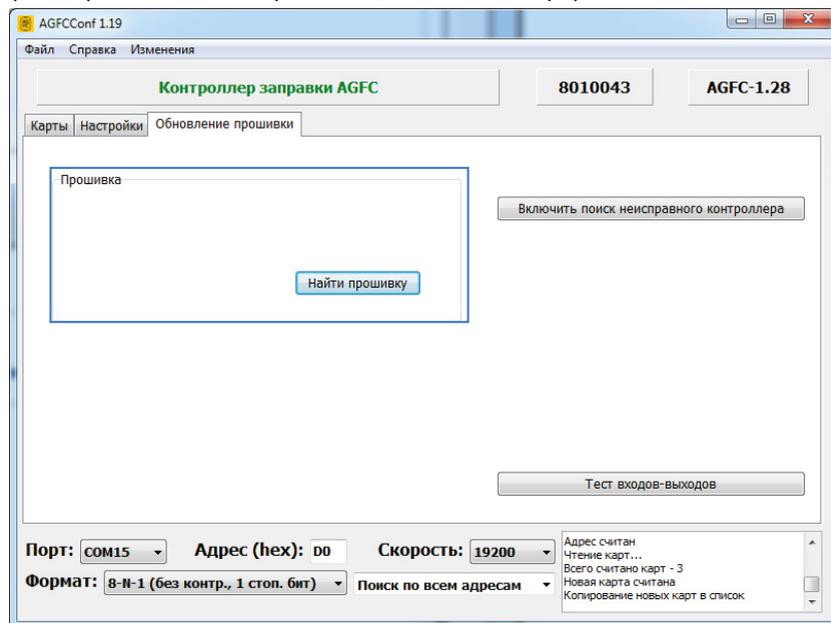

Рис.21. Обновление прошивки считывателя.
- в программе перейти на вкладку «Обновление прошивки» и нажать кнопку «Найти прошивку» (Рис.21). После этого пользователю будет предложено выбрать нужный файл прошивки. Файл прошивки должен иметь формат .erav.